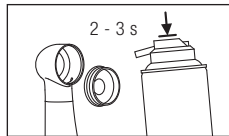

Fig. 38
- 5 Vaporisez du PANA SPRAY Plus dans la tête pendant 2 à 3 secondes. Vaporisez-en également brièvement dans le capuchon de la tête (Fig. 38).